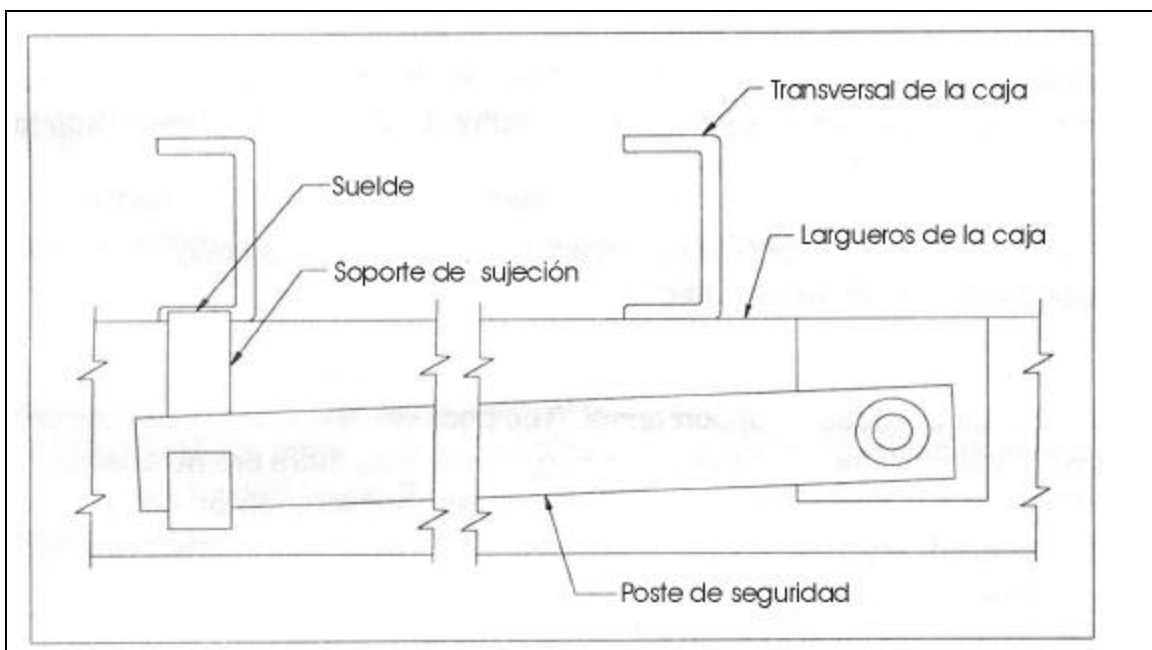

Figura 22: Ubicación del soporte de sujeción
8. Baje la caja y suelde el poste de sujeción al larguero cerca del riel de protección y cerca del extremo del soporte de seguridad como se muestra en la Figura 22. **El soporte de sujeción se soldará de manera que el poste de seguridad gire hacia delante (hacia la cabina) cuando esté sujetado en la posición de guardado.**